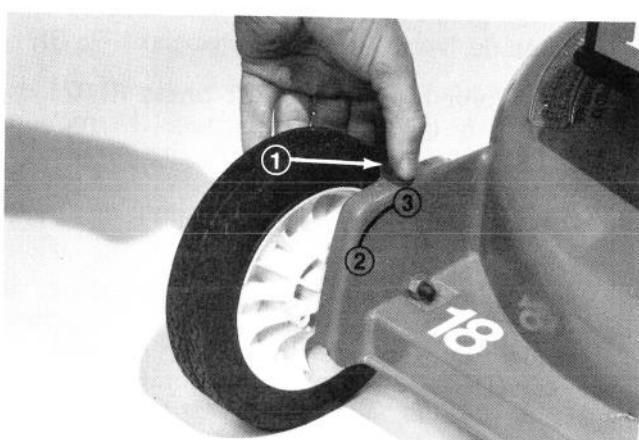
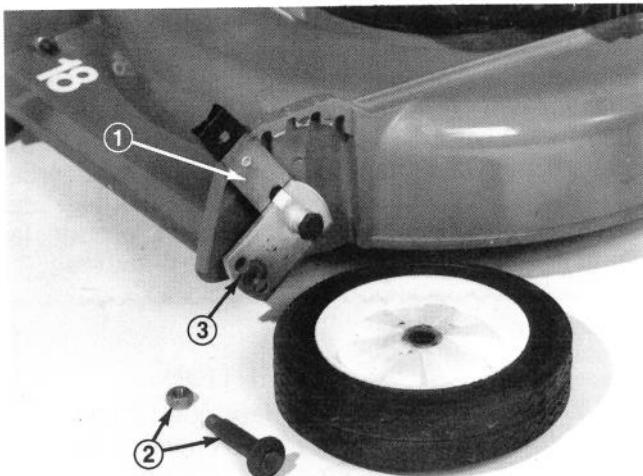

Figure 12
Figure 13
Dispositifs de réglage de hauteur de tonte (Fig. 12). La tonte est réglable à 5 hauteurs différentes: 1 pouce (25mm), 1-1/2 pouce (38mm), 2 pouces (51mm), 2-1/2 pouces (64mm), ou 3 pouces (76mm). On peut, en outre, régler la hauteur de 1/2 pouce (13mm) environ à 2-1/2 pouces (64mm) en installant les boulons de montage des roues dans différents trous dans les supports de réglage de hauteur de tonte (Fig. 13).
2. Posez votre pouce contre le dispositif de réglage de hauteur de tonte et vos doigts à l'extérieur de la roue (Fig. 12).
- Placez le dispositif de réglage de hauteur de tonte à la position "E", retenez l'écrou de blocage avec une clé à bout ouvert à l'arrière du support de montage de roue, et à l'aide d'une clé à bout fermé ou d'une douille enlevez le boulon de roue et la roue du support (Fig. 13).
- Installez la roue et le boulon de roue dans le trou supérieur dans le support et posez l'écrou de blocage (Fig. 13).